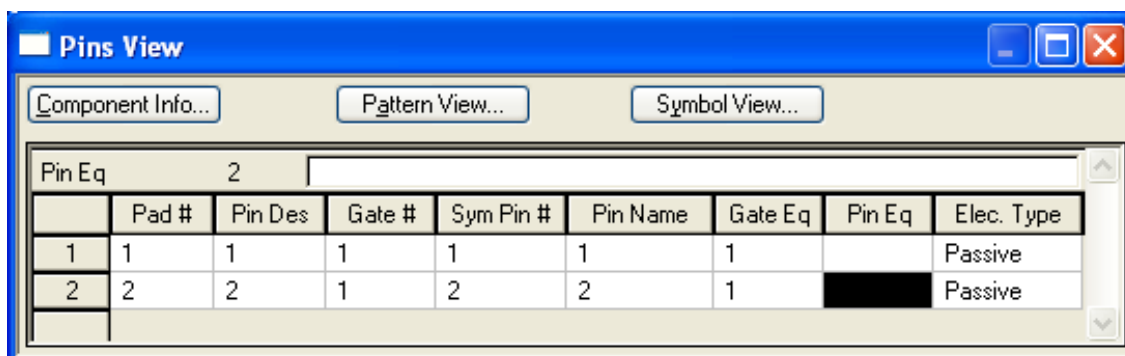

Рисунок 3.41 - Упаковочная информация катушки Д1-1.2-1
- Ввести упаковочную информацию согласно таблице на рис. 3.41.